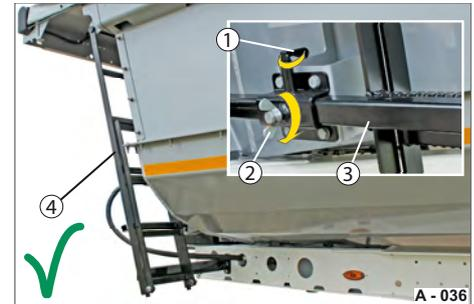

Abb. 46 Aufstiegsleiter in Fahrstellung
- ▶ Schwenken Sie den Sicherungsstift (Abb. 46/1) nach unten.
- ▶ Drehen Sie die Fixierschraube (Abb. 46/2) fest. Der Träger (Abb. 46/3) der Aufstiegsleiter ist fixiert. Die Aufstiegsleiter ist in Fahrstellung gesichert.